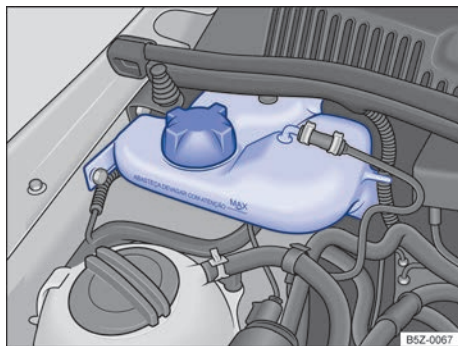

Fig. 184 No compartimento do motor: reservatório de gasolina para o sistema de partida a frio para motores 1.6 (válido somente para o motor CCRA).
O reservatório de gasolina do sistema de partida a frio encontra-se no compartimento do motor, no lado direito → Fig. 184.
- Nunca ultrapassar a marca “MAX” indicada no reservatório → Fig. 184.